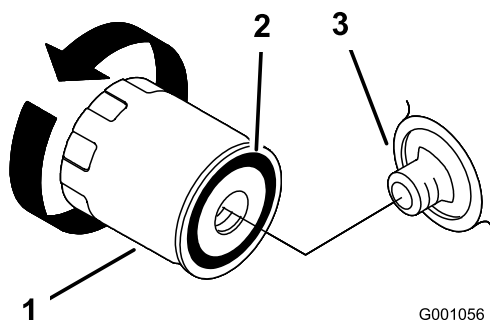

Figure 22
2. Déposez le filtre à huile usagé et essuyez la surface du joint de l'adaptateur (Figure 22).
3. Appliquez une fine couche d'huile neuve sur le joint en caoutchouc du filtre de rechange (Figure 22).
4. Posez le filtre à huile de rechange sur l'adaptateur, tournez le filtre dans le sens horaire jusqu'à ce que le joint en caoutchouc rencontre l'adaptateur, puis serrez le filtre de 2/3 de tour à 1 tour supplémentaire (Figure 22).